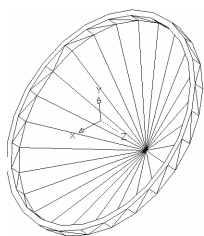
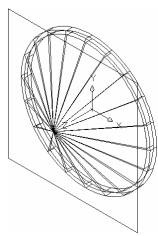

图 6-2-6 差集处理
图 6-2-7 绘制矩形
(12) 差集处理。在命令行中输入 SUBTRACT 命令并按回车键，根据命令行的提示进行操作，将半径为9.5的圆锥体从半径为10的圆锥体中减去，进行差集处理。
(13) 调整角度。单击“动态观察”工具栏中的“自由动态观察”按钮，将视图调整到适当的位置，结果如图6-2-6所示。
(14) 绘制矩形。单击“绘图”工具栏中的“矩形”按钮，根据命令行的提示进行操作，以(-10,-10,3)和(@20,20)为角点和角点，绘制一个矩形。
(15) 切换视图。单击“视图”工具栏中的“东南等轴测”按钮，将视图切换到东南等轴测视图界面，结果如图6-2-7所示。